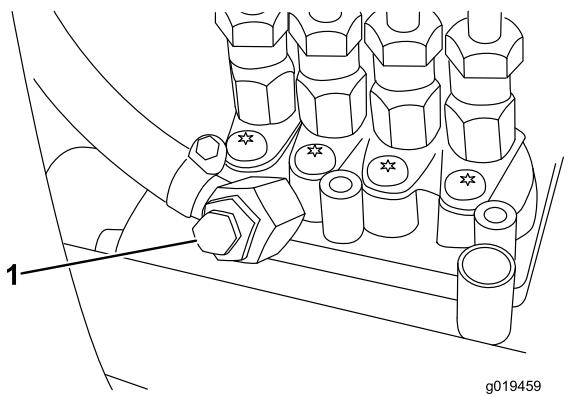

図 36
- 燃料噴射ポンプについているエア抜きネジ図 36 をゆるめる。